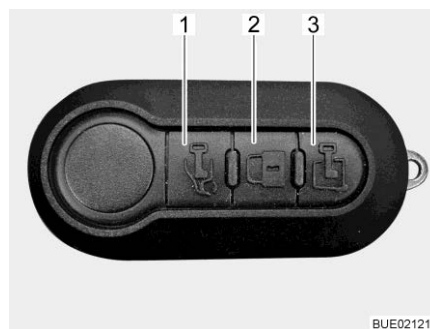

Fig. 60 Télécommande multifonction (3 touches)
Déverrouiller la porte chauffeur : ■ Appuyer une fois brièvement sur la touche  (Fig. 60,1). La porte chauffeur est déverrouillée.
- Appuyer une fois brièvement sur la touche  (Fig. 60,3). La porte cellule est déverrouillée.
- Appuyer une fois brièvement sur la touche  (Fig. 60,2). Toutes les portes sont verrouillées.